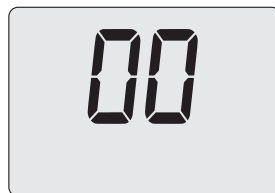

Figura 9.23
- Utilizzando i tasti 16 o 17 (Figura 9.19) è possibile modificare il valore del parametro P10 (00=**M270V.2025 SM**) (Figura 9.23).